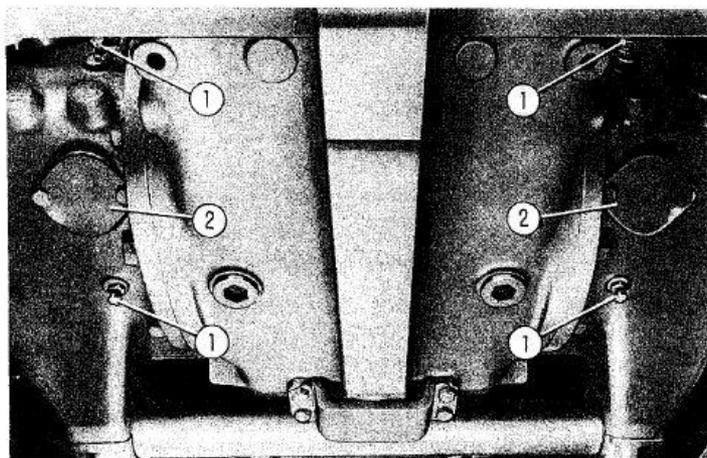

Fig. 13. - Viti di centratura per i freni e coperchietti d'ispezione.
- Avvitare a fondo le viti di centratura nastri frenanti (vedi fig. 13), poi sviarle di un giro esatto e bloccarle in questa posizione mediante il dado.